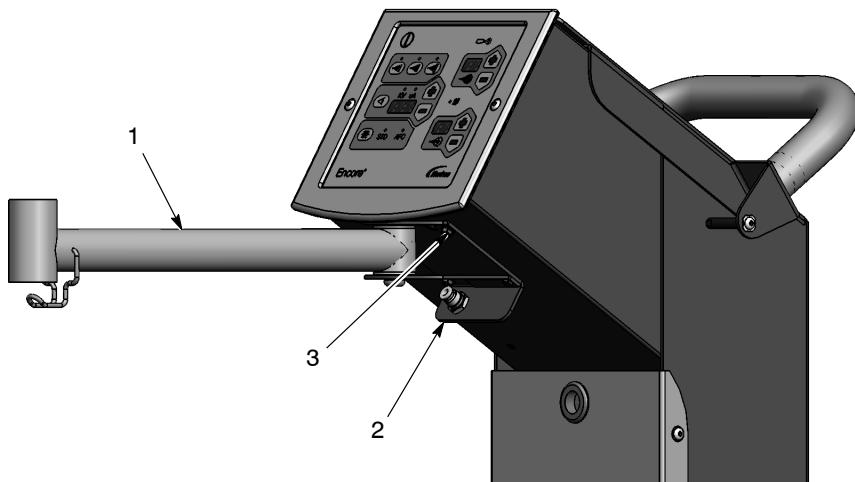

图 3 - 5 吸入托臂安装
2. 请参见图 3 - 5。按图中所示，使用带有垫圈的四个 M5 x 10 螺钉（3）安装吸入托臂。